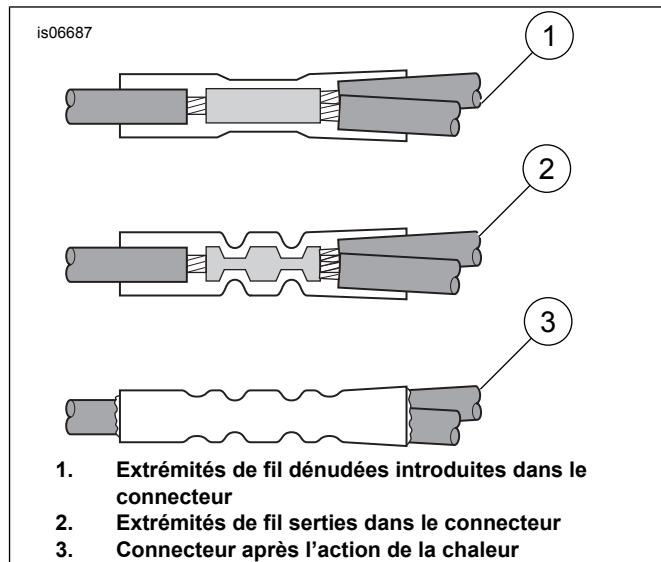

Figure 6. Installation des connecteurs bout à bout scellés
20. Voir Figure 6 et l'appendice des connecteurs dans le manuel d'entretien. Glisser le tubage thermorétractable sur le fil noir du faisceau du kit et sertir le connecteur électrique sur le fil avec un sertisseur, n° de pièce H-D 38125-8.
21. Acheminer les deux fils de feu (4) vers le connecteur. Dénuder les fils sur une longueur d'environ 25 mm (1 pouce) pour qu'ils dépassent du connecteur à bout à bout. Dénuder le conduit (5) d'environ 38 mm (1 1/2 po) de l'extrémité du fil.
23. Introduire les extrémités des deux fils de feu (4) dans le connecteur électrique (3) et sertir les fils sur le connecteur avec le sertisseur.